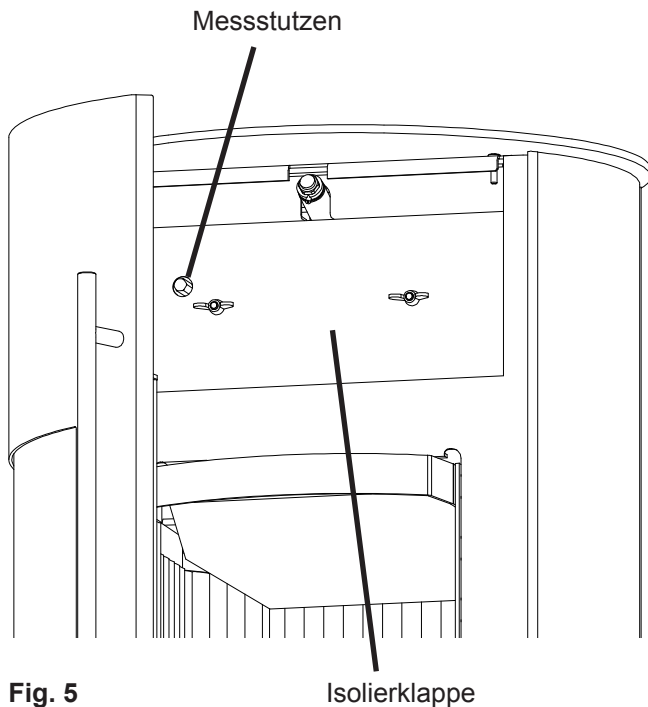

Fig. 5
- Isolierklappe über der Feuerraumöffnung abschrauben (2 Flügelmuttern, Fig. 5).